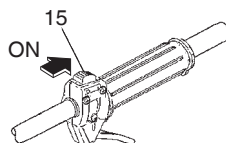

Fig. 11
1. Lleve la llave de ignición (15) a la posición ON (encendido). (Fig.11)